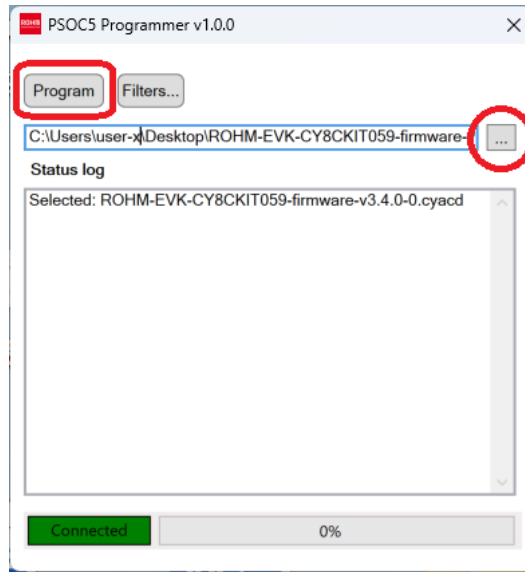

Figure 98. PSOC5 Programmer メニュー
3. 「...」ボタンをクリックして、正しい更新ファイルを選択します。(Figure 98)
4. 「Program」ボタンをクリックします。(Figure 98)